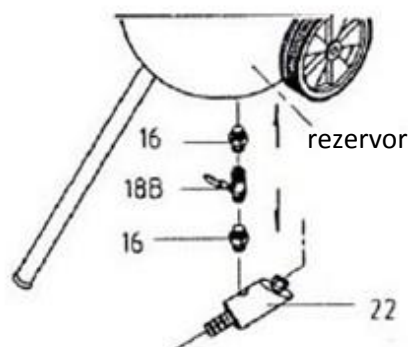

Figura 4
3. Așezați rezervorul (1) pe masă astfel încât cele patru cleme să fie orientate în sus. Consultați figura numărul 3. Înșurubați sifonul de aer (17) și piesele sale în orificiul situat pe partea laterală a conductei de admisie. Apoi, înșurubați capătul liber al tubului de conectare (13) la conducta de admisie (14) și a manometrului (15) montat în orificiul filetat de pe partea laterală a tubului de umplere din partea superioară a rezervorului. Asigurați-vă că furtunul de alimentare și manometrul sunt verticale.
4. Consultați Figura 4 pentru instrucțiuni despre montarea supapei de evacuare a nisipului în orificiul situat pe fundul rezervorului.